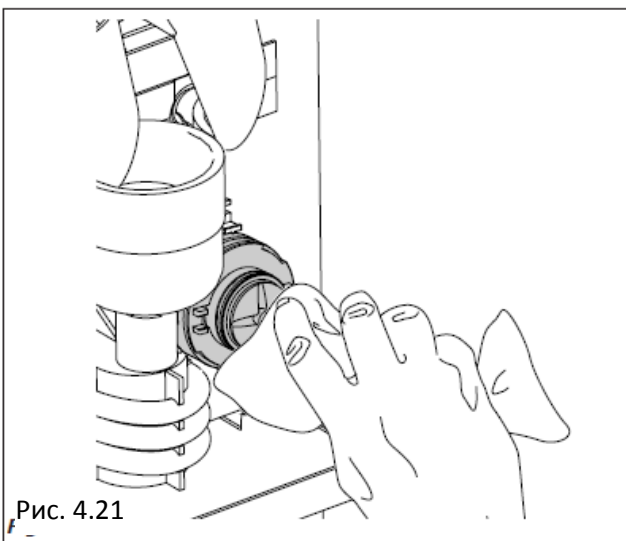

Рис. 4.21
- Используя ткань, пропитанную раствором, очистите основание взбивалки (Рис.4.21)